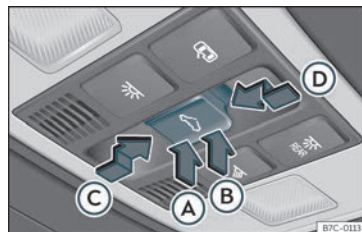

Fig. 85 En el revestiment interior del sostre: tecla del sostre de vidre.
La tecla **fig. 85** té dos nivells. En el primer nivell es pot situar el sostre en la posició deflectorà, obrir o tancar totalment o parcialment.
• *Sostre de vidre:* abans que passin 5 segons aproximadament des de l'activació de la funció antiatrapament, premeu la tecla <> >>> fig. 85 fins al segon nivell en el sentit de la fletxa >>> fig. 85 ① fins que el sostre es tanqui completament.